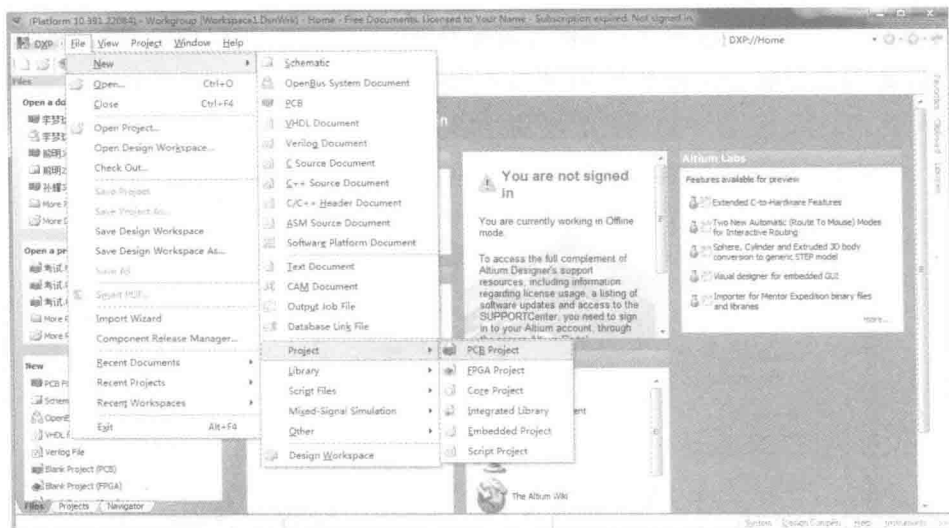

图 1-13 新建工程项目文件
(1)启动软件后,打开“File”菜单,选择“New”—“Project”—“PCB Project”命令,如图 1-13 所示。